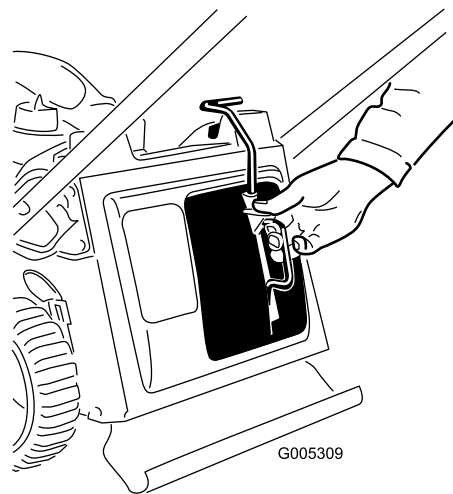

Figura 31
3. Introduzca el tapón de mulching (Figura 31).